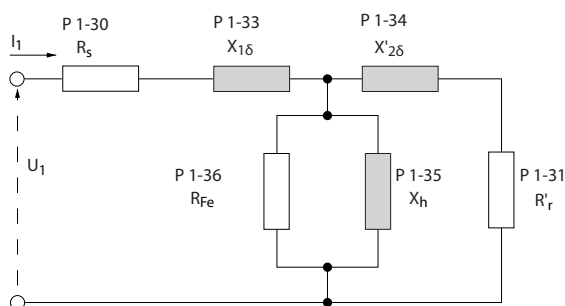

図 3.6 非同期モーターのモーター同等ダイアグラム
X1 + Xh の合計値のチェックは、ライン間モーター電圧を (3) の平方根で割り、これをさらにモーター無負荷電流に割った値で行えます。[VL-L/sqrt(3)]/INL = X1 + Xh、図 3.6 をご参照ください。この値はモーターを正しく磁化する上で重要です。高極モーターの場合、このチェックの実行を強く推奨します。
<ul style="list-style-type: none"> <li>冷えたモーターに対して AMA を実行します。周波数変換器にてモーターの値が測定されます。</li> <li>X1 値を手動で入力します。モーターの供給元から値を入力します。</li> <li>X1 デフォルト設定を使用します。周波数変換器は、モーターのネームプレート・データに基づいて設定を行います。</li> </ul> <p>図 3.6 を参照。</p> <p>注記</p> <p>パラメーター 1-47 Torque Calibration で、オプション [3] 保存で 1 番目のスタート又はオプション [4] 保存ですべてのスタートが選択された場合、パラメーター値は各トルク校正の後に更新されます。</p> <p>注記</p> <p>このパラメーターは ASM にのみ有効です。</p>